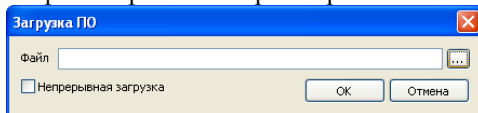
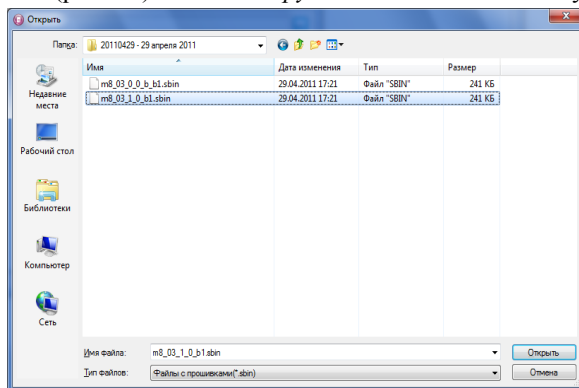

Рис. 35. Задание файла прошивки
Рис. 36. Выбор файла прошивки
- ✓ в открывшемся окне *Загрузка ПО* укажите наименование загружаемого файла прошивки с расширением *.sbin (рис. 35);
- ✓ для выбора файла прошивки нажмите кнопку  и в открывшемся окне *Открыть* выберите папку, имя файла и нажмите кнопку *Открыть* (рис. 36). В окне *Загрузка ПО* нажмите кнопку *OK* (рис. 35);
- ✓ для выбора файла прошивки нажмите кнопку  и в открывшемся окне *Открыть* выберите папку, имя файла и нажмите кнопку *Открыть* (рис. 36). В окне *Загрузка ПО* нажмите кнопку *ОК* (рис. 35);
- ✓ для выбора файла прошивки нажмите кнопку  и в открывшемся окне *Открыть* выберите папку, имя файла и нажмите кнопку *Открыть* (рис. 36);